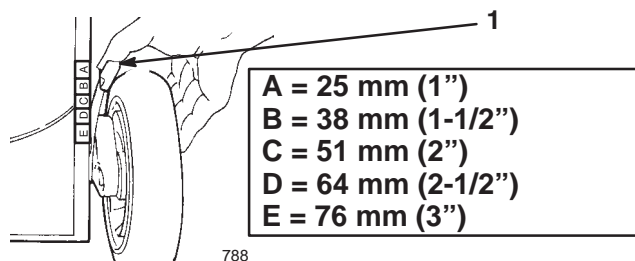

Figure 13
1. Pour changer la hauteur de coupe, tirez le levier de réglage de hauteur vers la roue et sélectionnez la position souhaitée (Fig. 13).